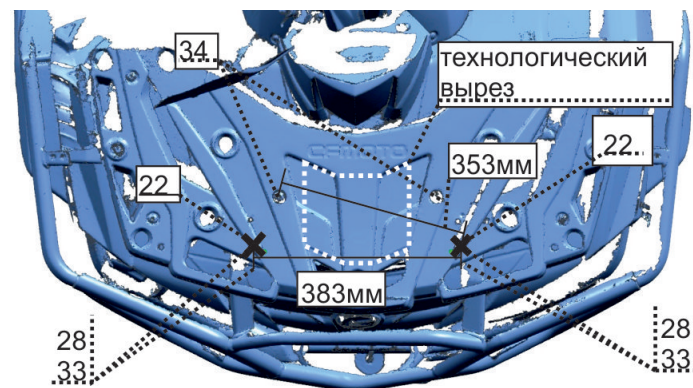

Рис.1
4. Установка возможна как с пластиковой багажной накладкой так и без нее. При установке на пластиковую багажную площадку необходимо выполнить технологический вырез для доступа к блоку предохранителей и бачку тормозной жидкости и просверлить два отверстия Ø8мм(отмечены крестиком) для крепления выноса по размерам на рис.1.
5. Кронштейны выноса крепить в центре: штатным винтом багажника через шайбу 8 увелич. поз.34; спереди: хомутами U-образ. поз. 22, гайками М6 нейл. поз.28 через шайбы 6 увелич. поз.33(см. рис.1)